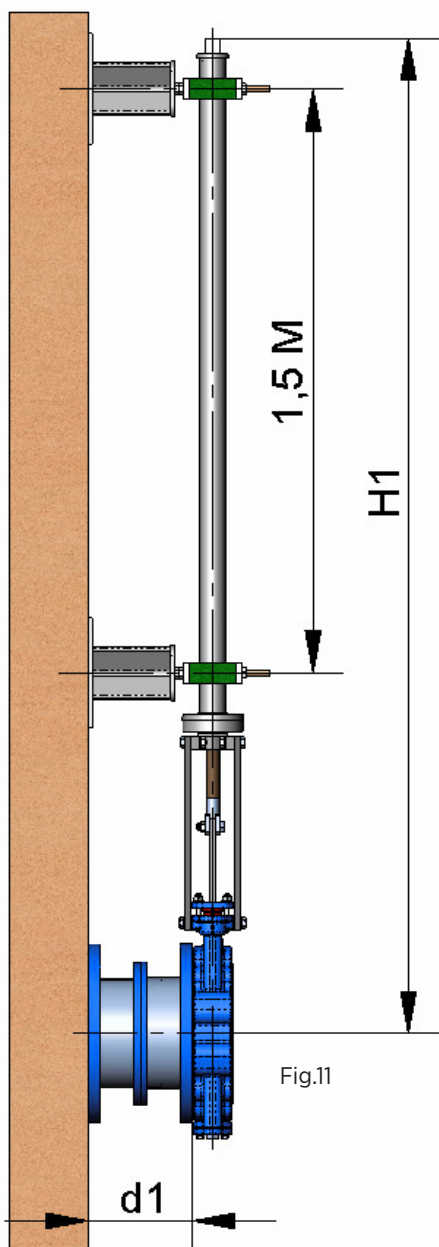

Fig.10
- Posibilidad de columna inclinada (fig. 10)